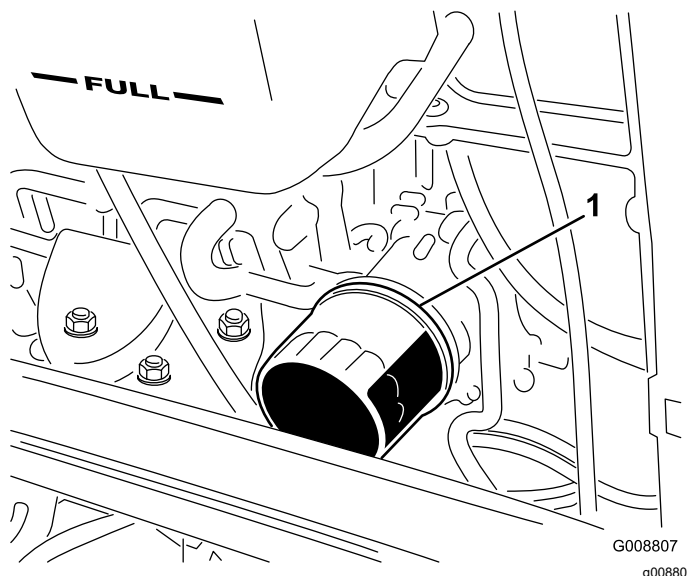

**Figure 51**
**Important:** N'essayez jamais de nettoyer l'élément de sécurité (Figure 51). Remplacez-le une fois sur trois, quand vous effectuez l'entretien du préfiltre.